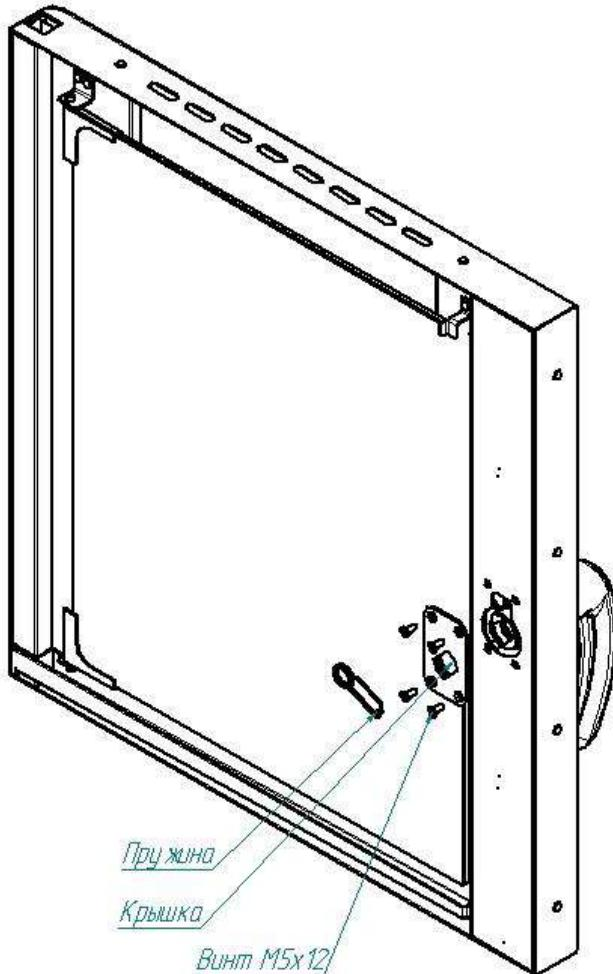

Рис. 9. Ремонт замкового устройства
- 1) открутить винты M5x12(см. рис.9)